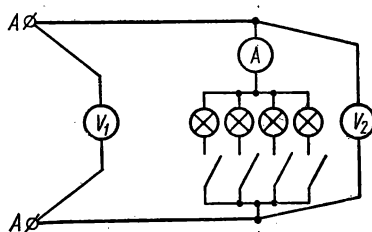

Рис. 2.26
где I — сила тока в линии (рис. 2.26).
1. Используя линию $A-a$, собрать цепь (см. рис. 2.26) и показать ее преподавателю для проверки.